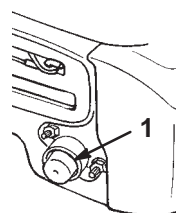

Figure 9
1. Pousser cinq fois sur l'amorceur, à 2 secondes d'intervalle (Fig. 9).